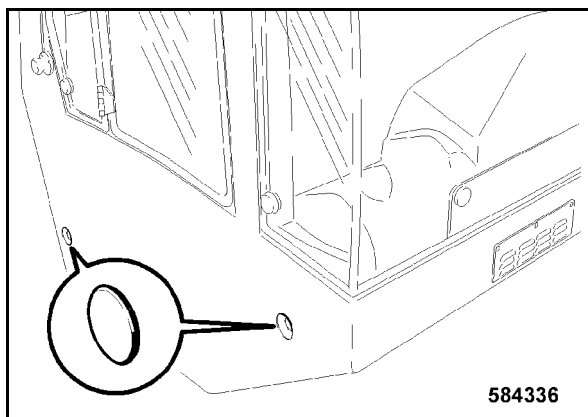

fig. 184
- Appliquer un capuchon en matière plastique à tous les points de fixation latéraux (fig. 184).